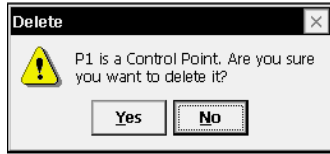

Figura 2-101. Eliminar mensaje
- **Sobrescribir:** los elementos importados sobrescribirán a otros existentes. Si el elemento representa un punto de control, se muestra una confirmación de que el punto se borrará (Figura 2-101 en la página 2-92).